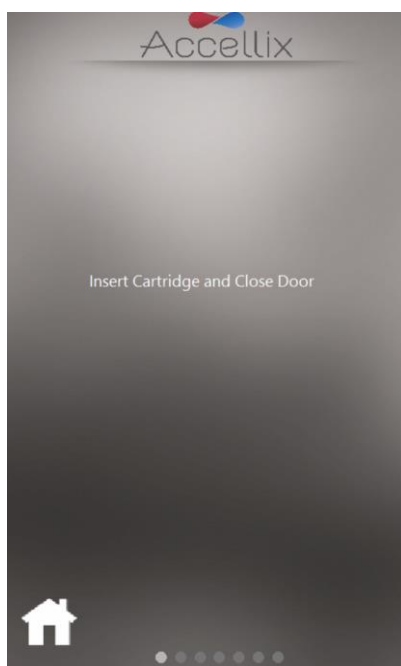

Abbildung 35: Bildschirm „Insert Cartridge“ (Kartusche einsetzen)
Hinweis: Ab diesem Zeitpunkt zeigt der hervorgehobene graue Punkt am unteren Rand des Bildschirms die aktuelle Phase des Assay-Laufs an. (Siehe Abbildung 35)
4. Wenn das Gerät (Abbildung 35) Sie dazu auffordert, öffnen Sie die Klappe, indem Sie auf die rechte eingelassene Ecke auf der Vorderseite der Klappe drücken und diesen Bereich wieder loslassen. Setzen Sie nun die Kartusche in das Gerät ein, indem Sie sie über den oberen Griff nach unten drücken. Wenn die Kartusche eingesetzt ist, drücken Sie den Griff auf der rechten Seite noch ein wenig weiter nach unten, bis ein Klicken zu hören und zu spüren ist. Vergewissern Sie sich anschließend, dass die Kartusche vollständig in die Kassettenhandhabungseinheit (CHU) des Geräts eingesetzt wurde.